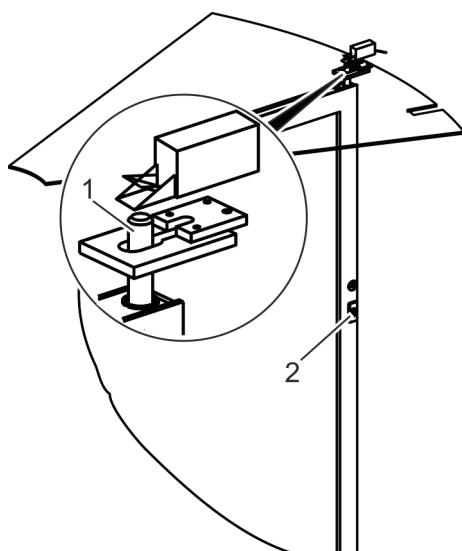

Рис. 40 Напольное блокировочное устройство (пример)
При наличии складных створок блокировочное устройство со штангой нужно выровнять две створки относительно запорной планки (рис. 40).
Выровнять блокировочное устройство со штангой (рис. 40/1) в створке относительно стопорной планки в потолке.
Заблокировать створку с помощью квадратного ключа (рис. 40/2).
3. Заблокировать блокировочное устройство со штангой с помощью цилиндра замка (рис. 40/2), повернув его на два полных оборота.